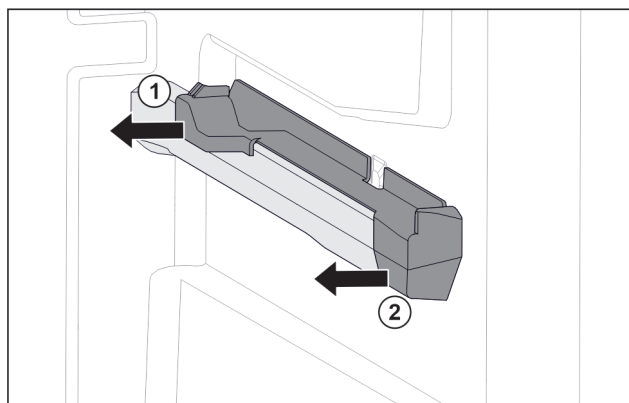

Fig. 107 Nasazovací díl na pravém žebrování na nádoby
- ▶ Stáhněte nasazovací díl vzadu na stranu. *Fig. 107 (1)*
- ▶ Stáhněte nasazovací díl vpředu na stranu. *Fig. 107 (2)*